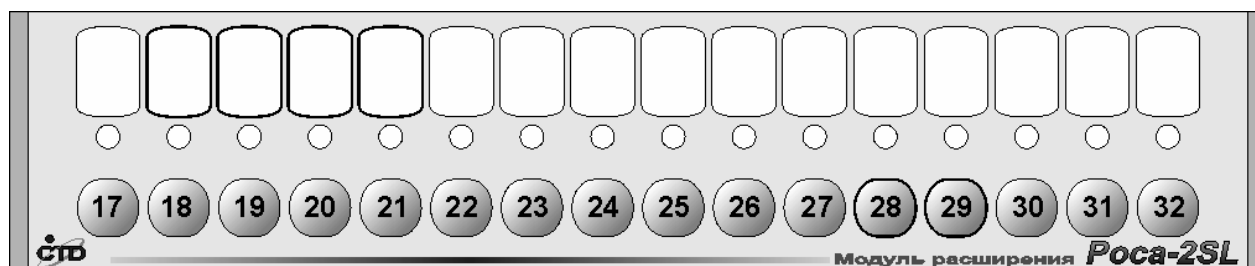

Рисунок 2-2 Внешний вид модуля расширения.
2.1.17. На лицевой панели МР расположены (Рисунок 2-2):